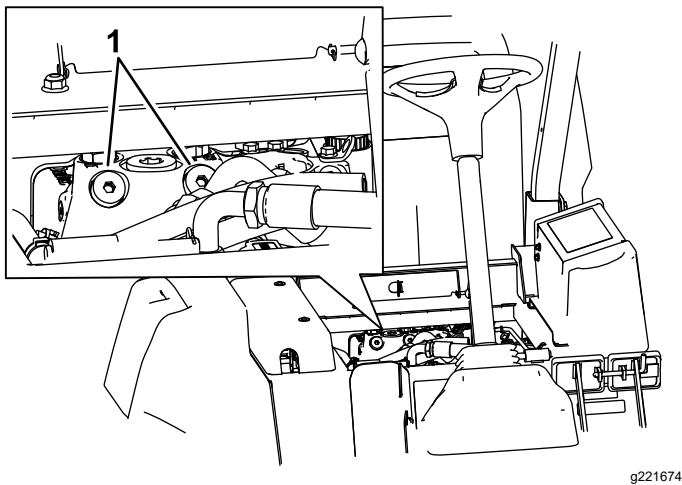

Figura 39
1. Levante el asiento y localice las válvulas de desvío, que están situadas debajo de la parte delantera del depósito de combustible (Figura 39).